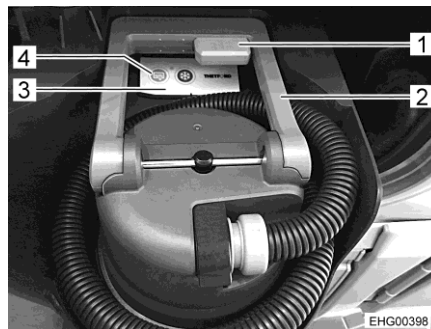

Bild 150 Tömningsmodul
Svartvattentanken och gråvattentanken töms tillsammans via tömningsmodulen (Bild 150). Samtidigt spolas också toaletten, gråvattentanken och svartvattentanken automatiskt.
- Dra handtaget (Bild 150,2) på tömningsmodulen uppåt.
- Tryck på knappen (Bild 150,1) på handtaget (Bild 150,2) för att öppna tömningsmodulen.
- Tryck på tömningsknappen (Bild 150,4) på reglaget (Bild 150,3). Tömningsprocessen börjar.
- Vänta tills avloppsvattnet har pumpats ut helt. Tömningsprocessen är avslutad när den blå tömningsknappen (Bild 150,4) inte längre lyser.
- Tryck på knappen (Bild 150,1) igen för att stänga tömningsmodulen.
- Fäll in handtaget (Bild 150,2).
- ▷ Om handtaget inte kan fällas in kanske tömningsmodulen fortfarande är öppen. I detta fall trycker du på knappen ((Bild 150,1) igen.